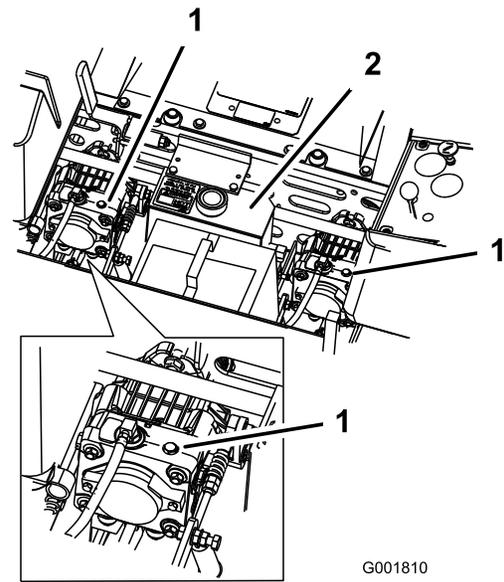

Figure 33
2. Tournez les vannes de dérivation d'un tour dans le sens anti-horaire pour pousser la machine. Cela permet au liquide hydraulique de contourner la pompe et aux roues de tourner (Figure 33).
Tournez les vannes de dérivation d'un tour dans le sens horaire pour conduire la machine (Figure 33).